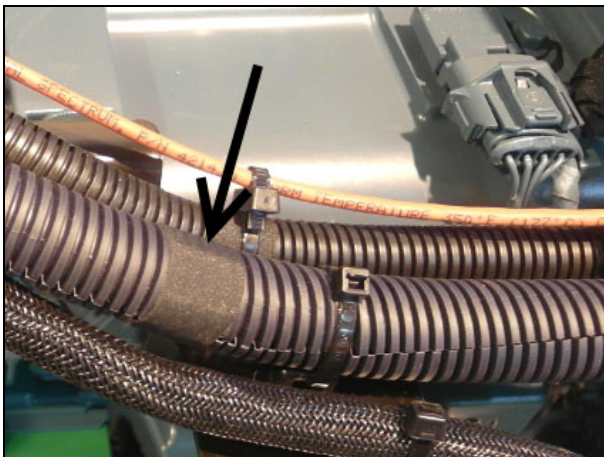
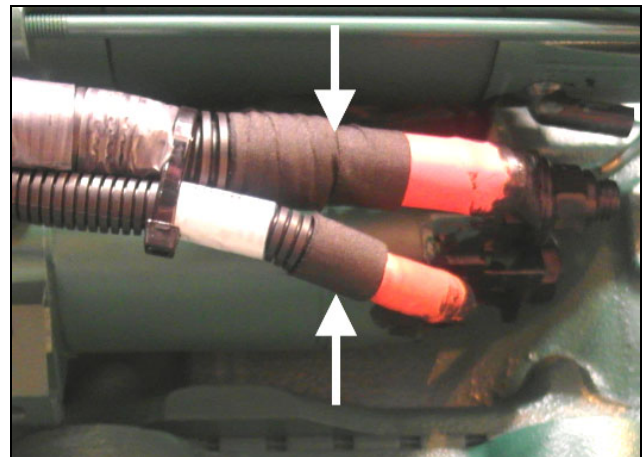

Figure 14: Deux tours de ruban de tissu doivent être appliqués à tous les 3 à 6 pouces pour empêcher le câble de sortir de la gaine protectrice ondulée
Figure 15: Les extrémités de la gaine protectrice ondulée devraient être recouvertes de ruban de tissu
- Lorsqu'un câble passe dans une gaine protectrice ondulée, il est recommandé d'appliquer deux tours de ruban de tissu à tous les 3 à 6 pouces pour empêcher le câble de sortir de la gaine protectrice ondulée (Figure 14). Les extrémités de la gaine protectrice ondulée devraient être recouvertes de ruban de tissu (Figure 15).